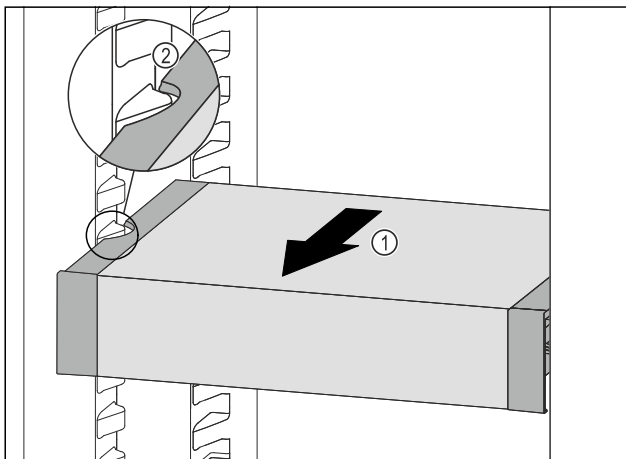

Fig. 84
- ▶ Vedä VarioSafe-laatikkoa eteenpäin Fig. 84 (1), kunnes VarioSafen sivuilla olevat lovet ovat jääkaappiosassa olevien kannattimien tasolla. Fig. 84 (2)